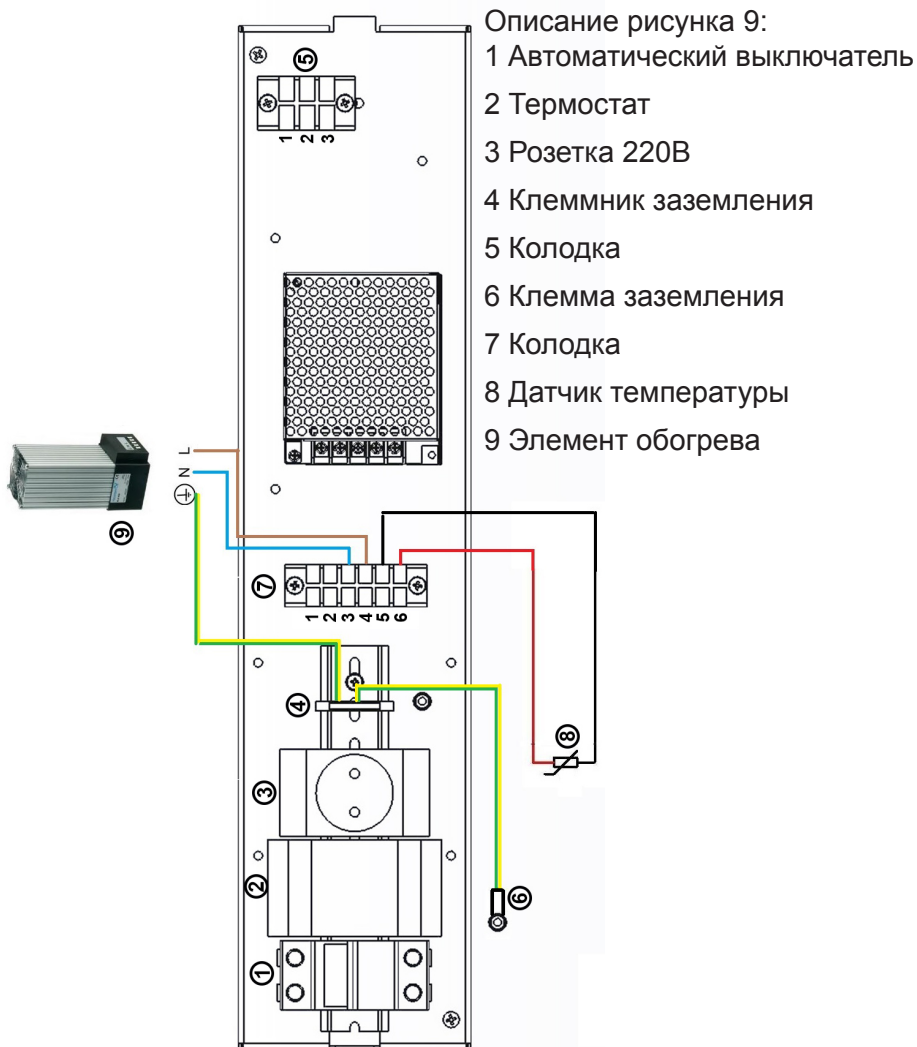

Рисунок 9
- Подключить шнур питания автомата к розетке (см.рис.9, поз.3);
- Подключить провода от термодатчика к контактам 5 и 6 клеммной колодки (см.рис.9, поз.7);
- Подключить синий и коричневый провода кабеля питания нагревателя к контактам 3 и 4 клеммной колодки (см.рис.9, поз.7);
- Подключить жёлто-зеленый провод к клеммной колодке (см.рис.9, поз.4).
Подключить синий и коричневый провода кабеля питания к контактам 1 и 3 клеммной колодки (см.рис.9, поз.5).